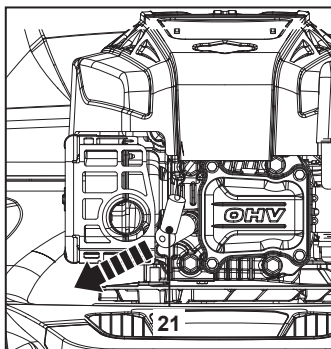

Fig. 31
1. Débrancher le connecteur de bougie (21) (Fig. 31).